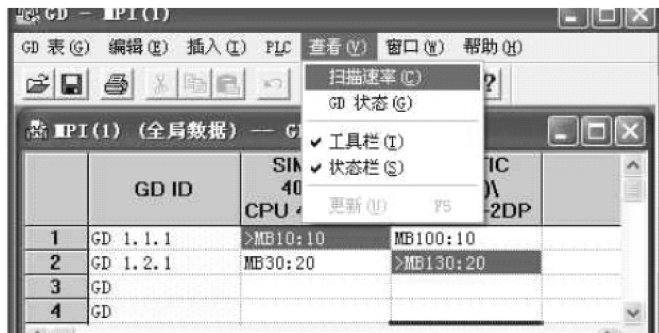
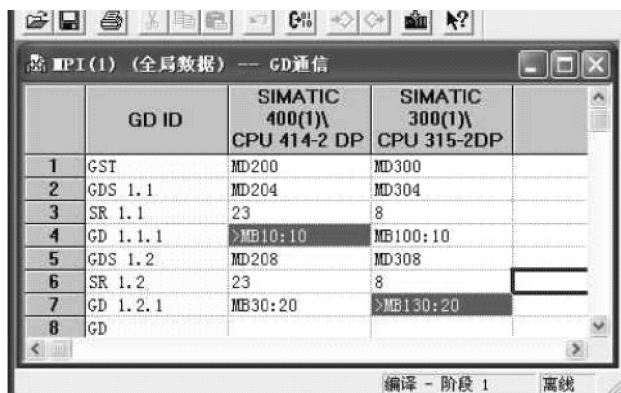

图 7-13 打开扫描系数和状态字
图 7-14 扫描系数和状态字
10) 在通信时，可能出现通信中断，可以按照以下办法检测。如图 7-13 所示单击“查看”，在下拉菜单中分别选择“扫描速率”和“GD 状态”，可以查看扫描系数和状态字，如图 7-14 所示。
在图 7-14 中“SR1.1”为 23，表示发送更新时间为 23 × CPU 循环扫描时间，SR 范围为 1 ~ 255。如果 SR 值设置太小，容易出现通信中断，可以按照具体需要设置大一点。GST 是所有 GDS 逻辑或运算的结果。图 7-14 中 GDS 每包数据的状态字的各位意义如表 7-2 所示。